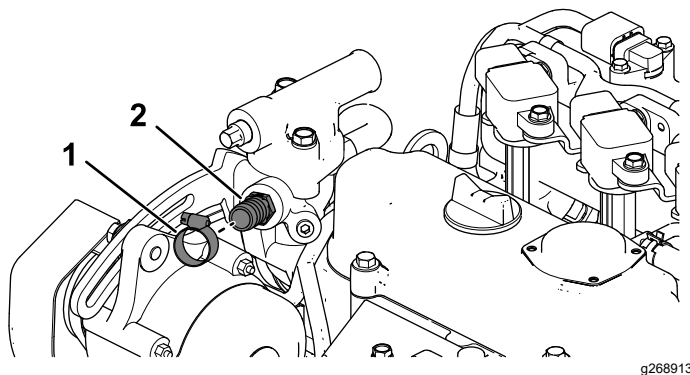

Figura 13
- B. Instale el acoplamiento recto ($\frac{5}{8}$ ") con una abrazadera (Figura 13).